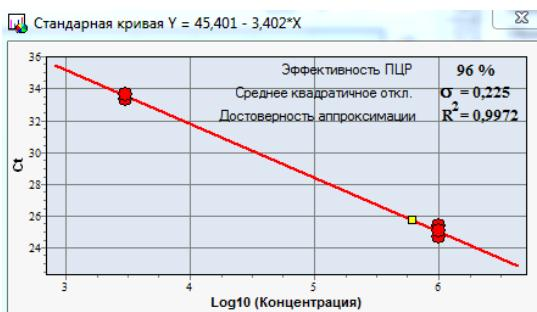

Рис.68 Просмотр стандартной кривой для количественного анализа
– стандартная кривая для количественного анализа (Рис.68).